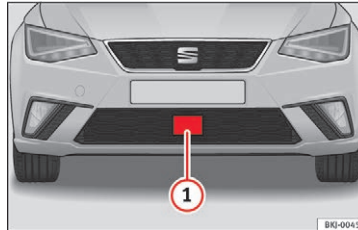

Fig. 164 I forreste stødfanger: radarsensor
Der er monteret en radarsensor i den forreste stødfanger, som skal registrere trafiksituationen » » Fig. 164 ①.